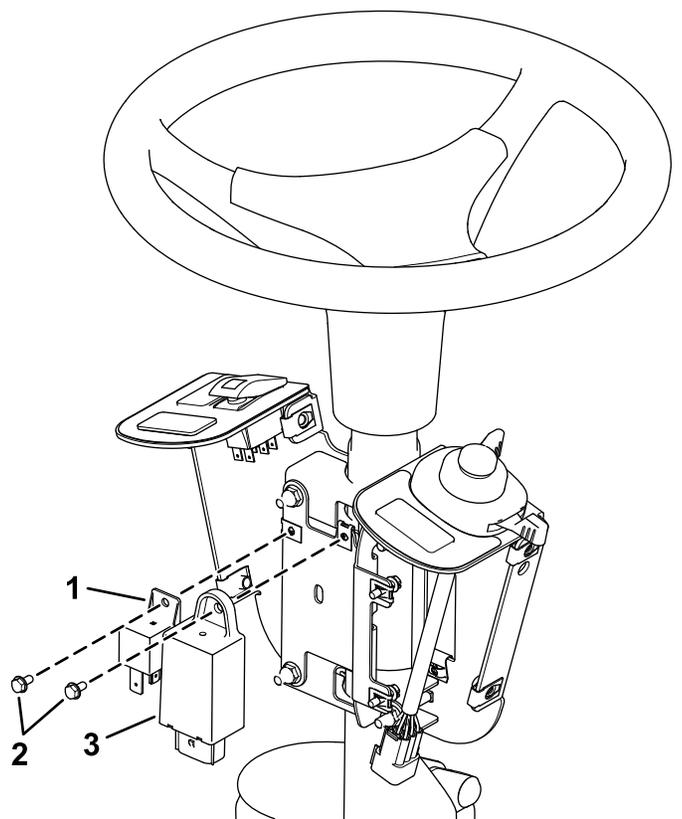

Figura 7
4. Instale el módulo de intermitencia y el relé en la placa de montaje de los fusibles usando 2 tornillos (N° 10 x 3/8"), como se muestra en la Figura 7.